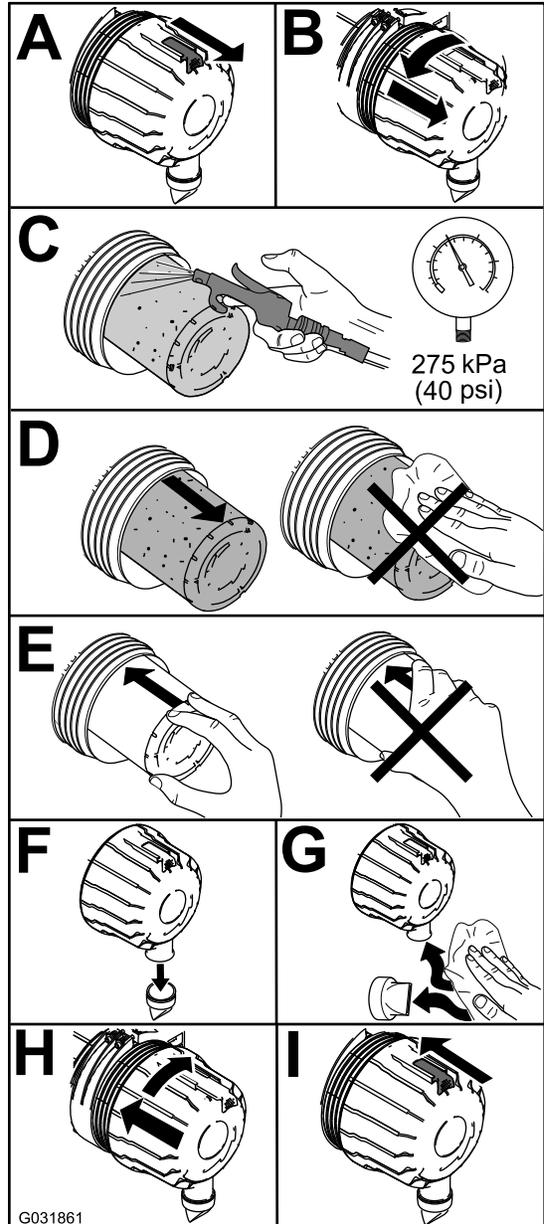

Figura 50
1. Substitua o filtro de ar (Figura 50).